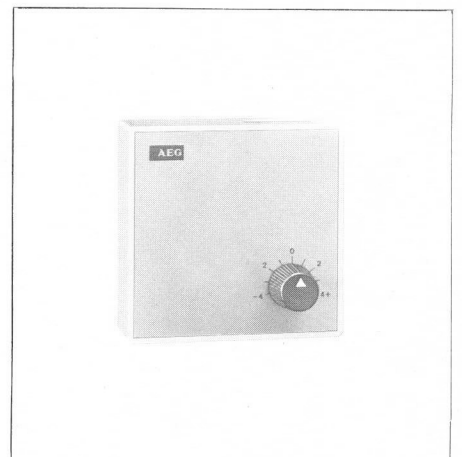

Bild 14 Fernbedienung FB2/Raumfühler RFS2
4.5 Fernbedienung FB2 (Bild 14)
(Bild 14)
Mit dem Stellknopf SONNE am Zentral-gerät oder an der Fernbedienung FB 2 kann die Raumtemperatur um ca. 5 K höher oder niedriger eingestellt werden. Bild 11 und Bild 14.